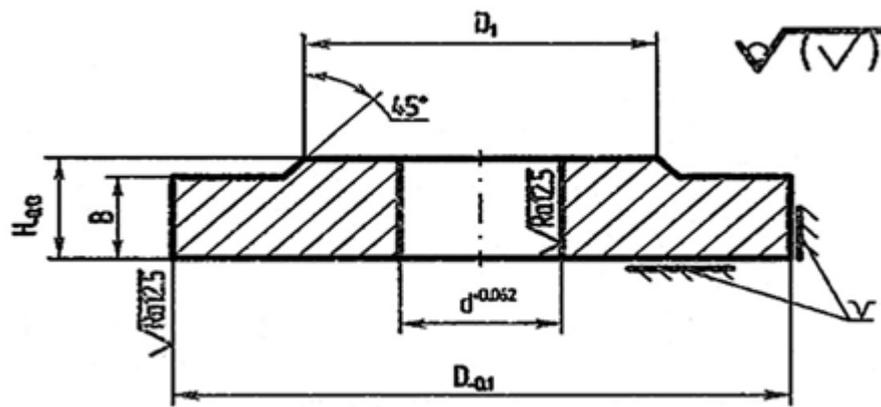
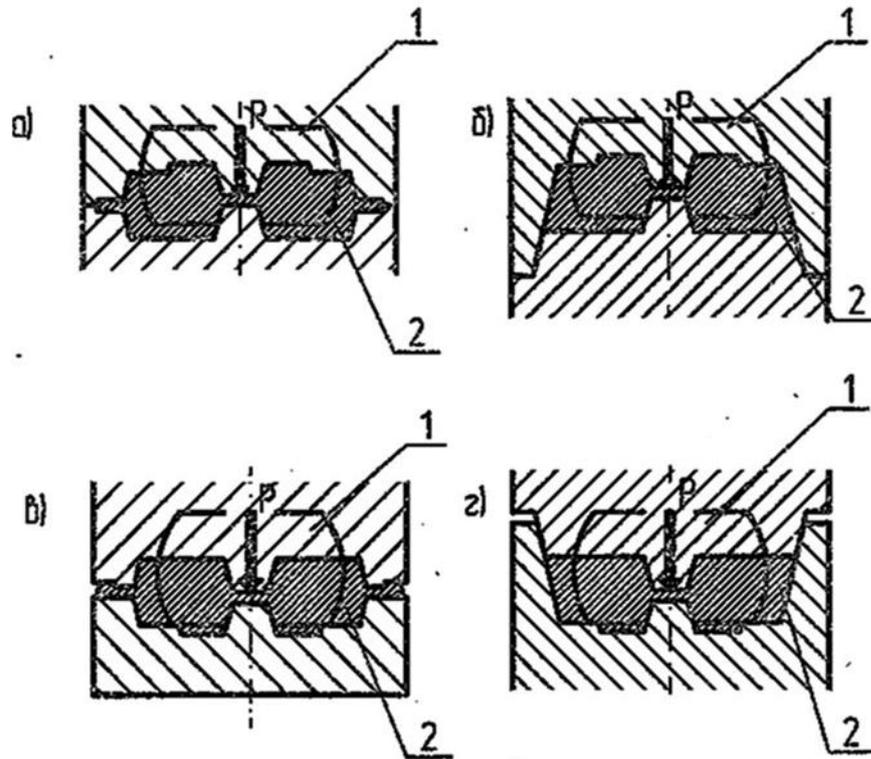

Рисунок 1 – Эскиз детали « Фланец»
Рисунок 2 – Схемы штамповки: а – на молоте в открытом штампе;
Спроектировать в соответствии с заданным вариантом (таблица 1) технологический процесс штамповки детали типа «Фланец» (рисунок 1) на молоте или кривошипном горячештамповочном прессе (КГШП) в открытом или закрытом штампе (рисунок 2). Разработать чертёж поковки.
1. Выполнить эскиз фланца (см. рисунок 1) по размерам, соответствующим вашему варианту (см. таблицу 1).
2. Выбрать схему штамповки (см. рисунок 2) в соответствии с вашим вариантом.